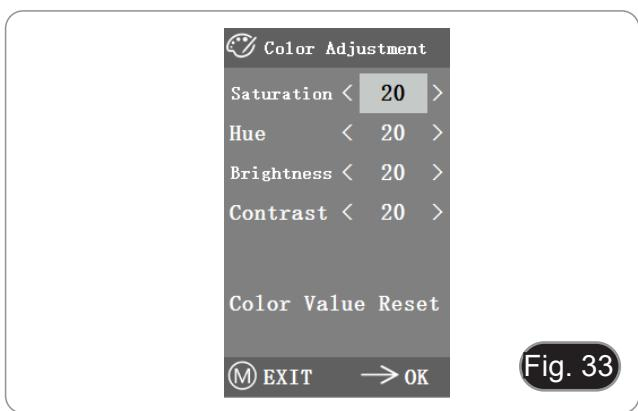

Fig. 33
- Após entrar no menu de ajuste de cor (Fig. 33), Saturação, Tonalidade, Brilho e Contraste podem ser ajustados para que a imagem atinja o nível requerido.